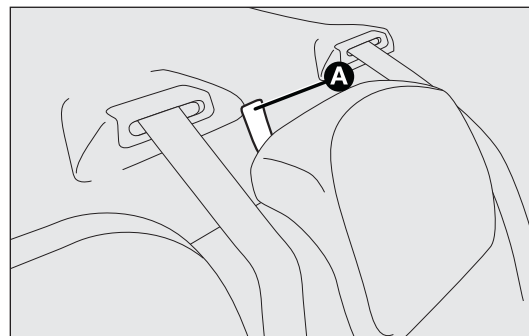

рис. 86
- потяните вверх пряжки А – рис. 86, чтобы разомкнуть фиксатор левой или правой стороны спинки и опустите спинку на подушку сиденья.
- потяните вверх пряжки А – рис. 86, чтобы разомкнуть фиксаторы обеих сторон спинки и опустите их на подушку сиденья.